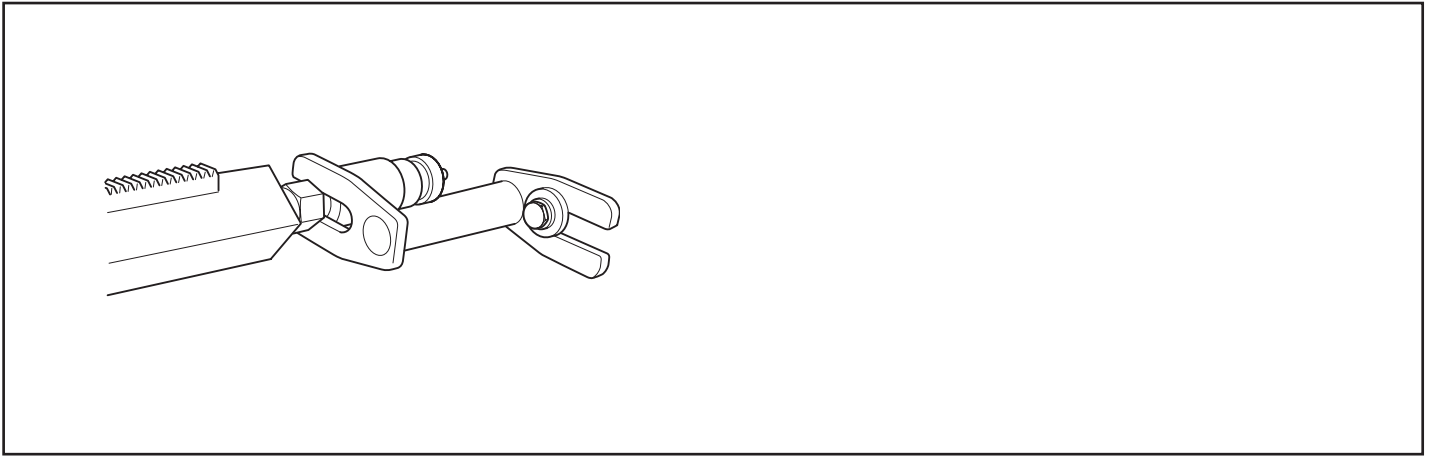

Fig. 19
7. Per fissare ulteriormente la colonna di foratura si può utilizzare l'attacco a espansione (fig. 19). L'attacco si regola rispetto alla vite del montante, quindi si fissa al tetto con un bullone a espansione. Fissare con il dado di bloccaggio da 30 mm.
7. Zur zusätzlichen Sicherung der Bohrsäule kann eine Expanderhalterung verwendet werden (Abb.19). Die Halterung wird an die Stempelschraube angepasst und mit einer Spreizschraube in der Decke fixiert. Mit 30-mm-Sicherungsschraube sichern.
7. Pour attacher de manière encore plus sûre le pilier de forage, une fixation d'expansion peut être utilisée (Fig.19). La fixation est réglée contre la vis du poteau et attachée au plafond à l'aide d'un boulon d'expansion. Consolider à l'aide d'un contre-écrou de 30 mm.
7. Om de boorkolom nog meer te zekeren, kan de expansiesteun worden gebruikt (Fig. 19). De steun wordt afgesteld tegen de stutschroef en tegen het plafond gefixeerd met een rekbout. Zekeren met borgmoer 30 mm.